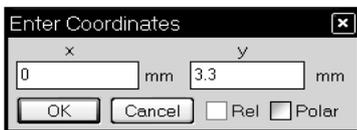
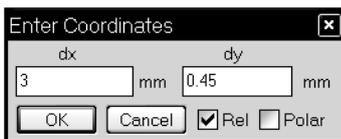

Рис. 3.93
Рис. 3.94
3. Щёлкните по значку **Rectangle Conductor** на панели инструментов. Нажмите клавишу **Tab**, в поле **x** введите **0**, в поле **y** введите **3.3** (рис. 3.93), нажмите **OK** и затем клавишу **Tab**, в поле **dx** введите **3**, в поле **dy** введите **0.45** (рис. 3.94), нажмите **OK**.